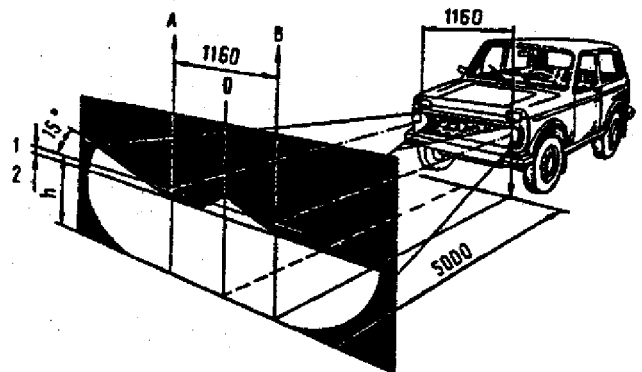

Fig. 7-25. Esquema para ajuste dos faróis
3. Traçar na superfície vertical, três linhas verticais O, A e B, correspondentes aos centros dos faróis (fig. 7-25). Estas linhas deverão ser simétricas à linha de centro axial do veículo (coincidente com a linha O).
4. Acionar os faróis baixos. Ajustar primeiramente o farol direito, tampando o esquerdo com uma cartolina preta e, a seguir, o farol esquerdo, tampando o direito; o ajuste deverá ser efetuado através dos parafusos 1 e 2 (fig. 7-24), de modo que o limite superior das manchas luminosas coincidam com a linha 2 (fig. 7-25), e os pontos de intersecção das tramas horizontais e inclinadas das manchas luminosas, com as linhas A e B.